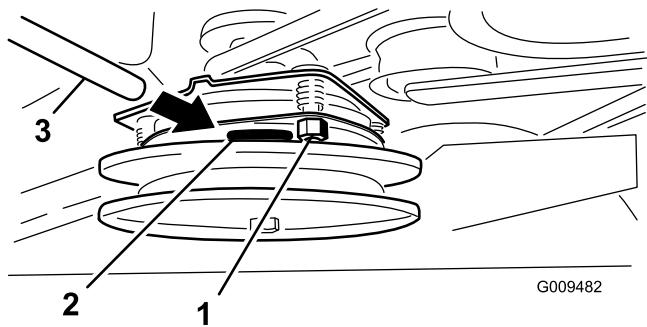

Figura 57
5. Apriete las contratuercas hasta fijar ligeramente la galga pero dejando que ésta se pueda mover con facilidad en la separación (Figura 57).